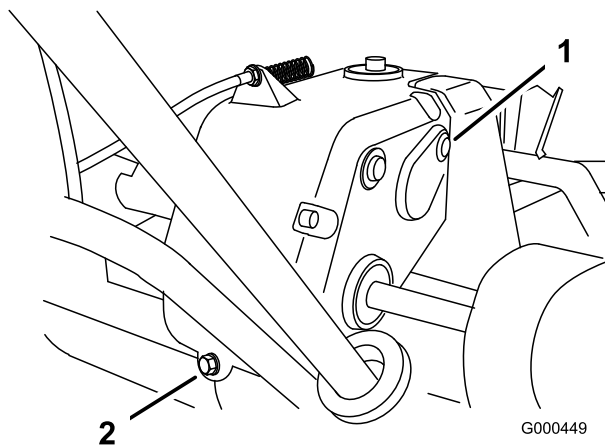

Bild 27
- Nehmen Sie die Prüf-/Füllschraube aus der rechten Getriebeseite heraus (Bild 27).